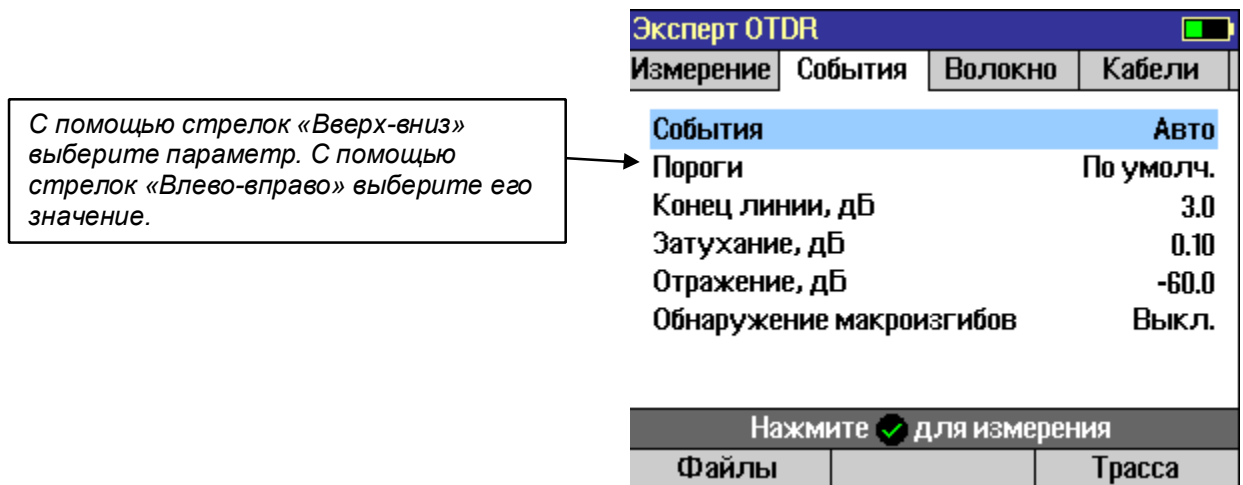

Рис.6
9.3.2. Параметры автоматического поиска события организованы в отдельной вкладке, переход в который производится с помощью кнопки . При этом светится закладка «События», рис. 6.